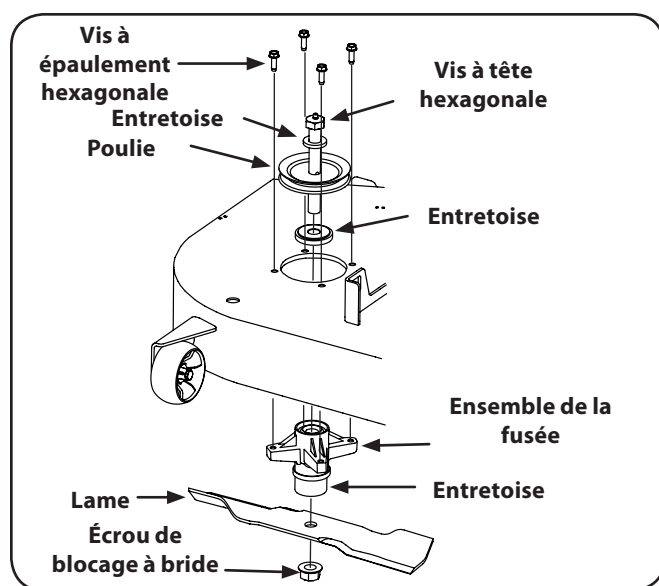

Figure 7-12
3. Utilisez une clé de $\frac{3}{4}$ po pour maintenir l'écrou hexagonal au sommet de l'ensemble de la fusée en desserrant l'écrou hexagonal retenant la lame. Vous pouvez placer un bloc de bois entre le carter du plateau de coupe et le tranchant de la lame pour aider à débloquer l'écrou hexagonal retenant la lame. Consultez la figure 7-12.
4. Utilisez une clé ou un rochet à douille pour retirer les quatre vis à bride hexagonales. Déposez l'ensemble de la fusée. Consultez la figure 7-12.